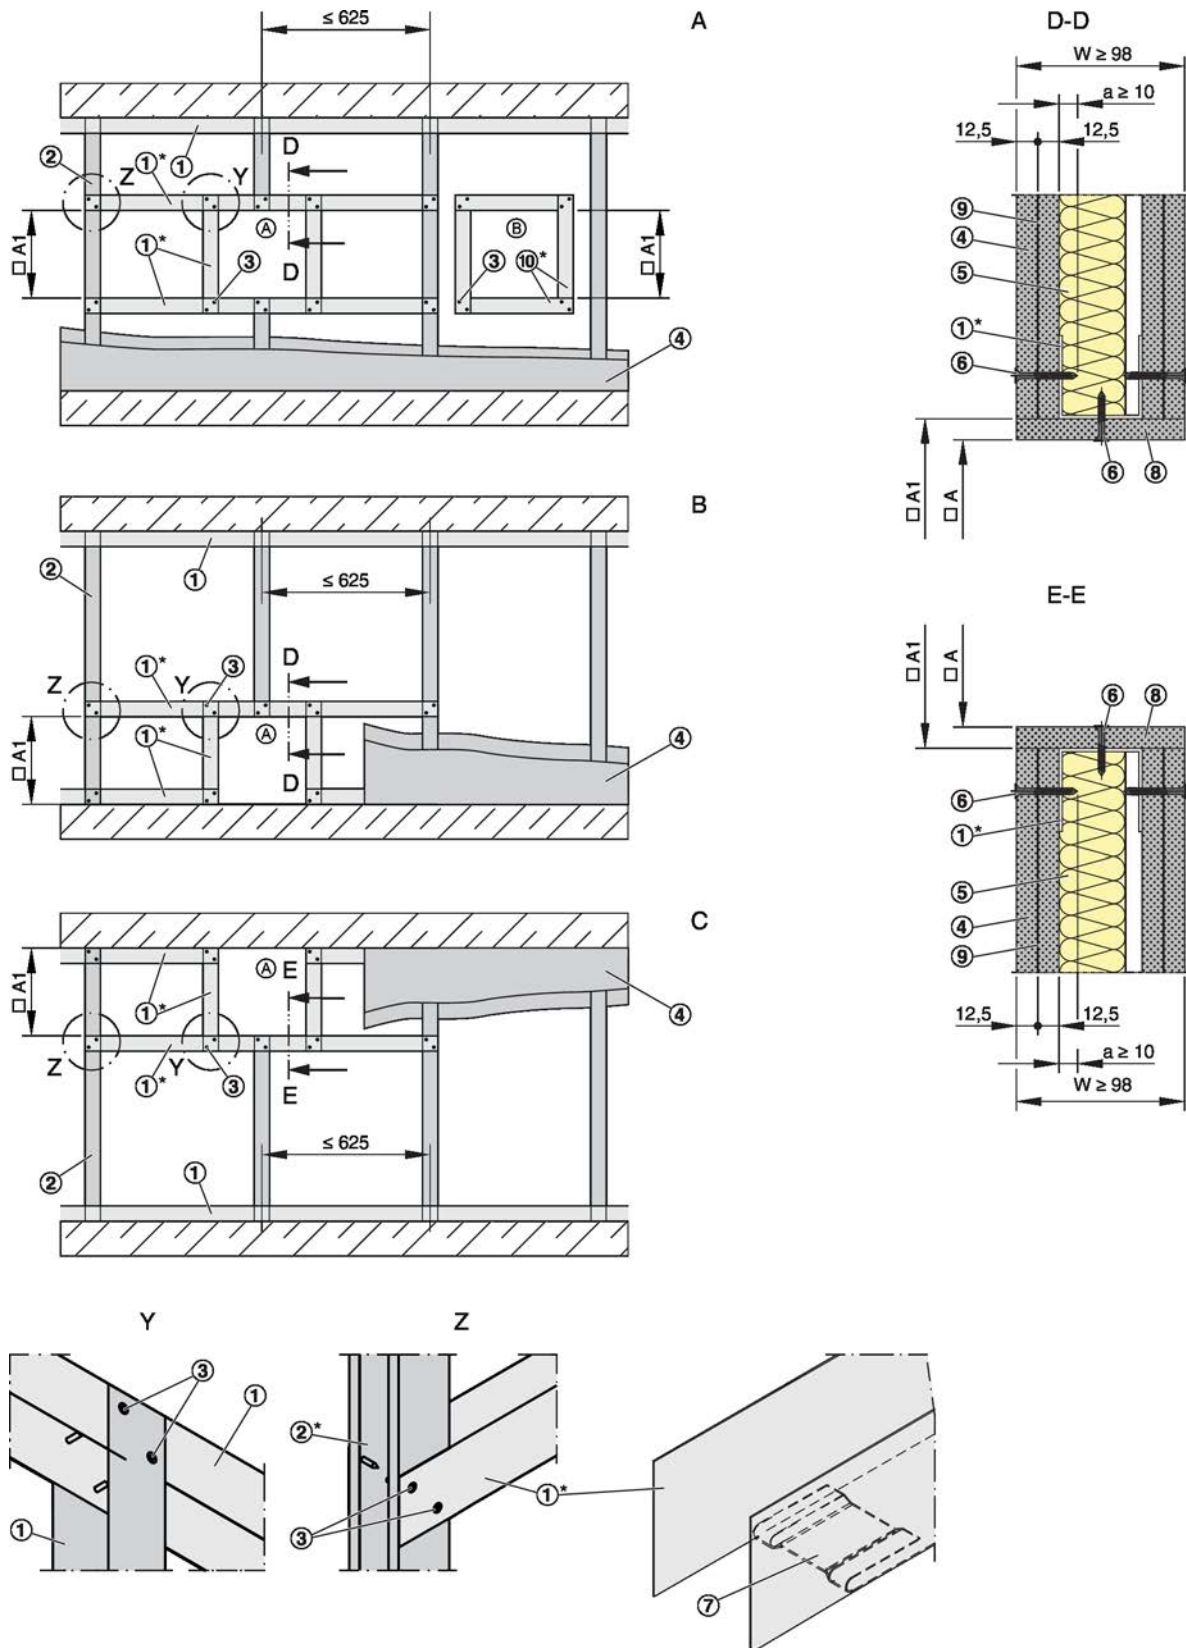

Abb. 27: Leichtbauwand mit Metallständer und beidseitiger Beplankung
- Leichtbauwand nach Herstellerangaben errichten und Einbauöffnung herstellen, siehe Abb. 27